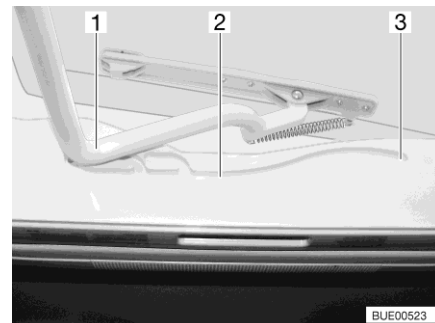

Fig. 23 Guida (oblò inclinabile)
- Tirare la staffa (Fig. 23,1) nelle guide (Fig. 23,2) fino alla posizione più all'indietro (Fig. 23,3).
- Spingere la staffa (Fig. 23,1) leggermente verso l'alto con ambedue le mani.
- Tirare la staffa nelle guide (Fig. 23,2) fino alla posizione desiderata.